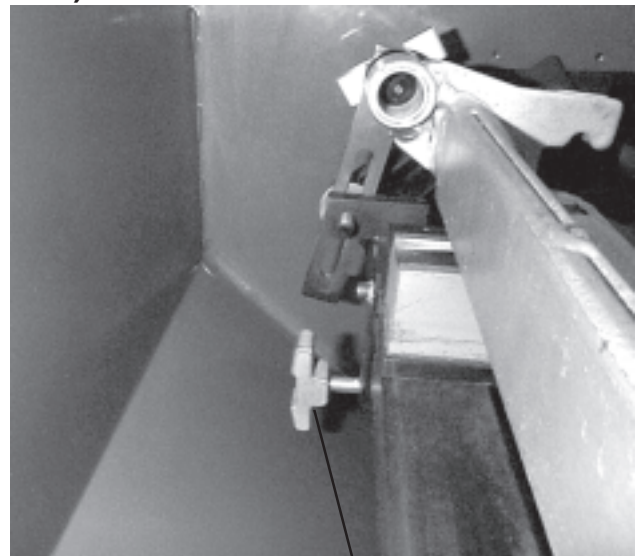

FIG. 21
1. Jale las dos puntas del calibre hacia adelante y rote el calibre en posición, rectamente hacia arriba. Afloje la perilla de cierre y el imán del lado derecho y el montaje de centro. Vea FIG. 21. Ponga el montaje de la cuchilla de base / barra de base para ser rectificadado en los imanes. Mueva el montaje magnético de lado derecho hasta que la alineación de las puntas de la válvula estén en ambos fines de la cuchilla de base, entonces apriete la perilla de cierre magnética de lado derecho lo suficiente para asegurar el imán.